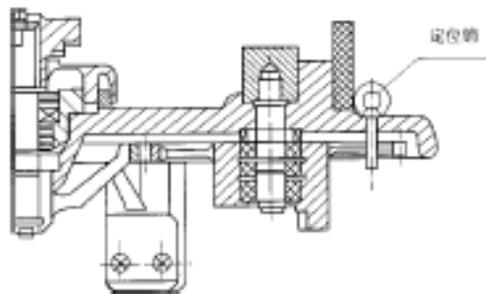

Figura 21 - Tranca de Segurança da Posição de Montagem da Chave Comutadora
4.1.3.9- Verificar a posição correta da cabeça do CSC (posição de trabalho). Fixar a mesma mediante flanges com prisioneiros instalados para tal fim. Finalmente, retire a tranca pintada de roxo que se encontra na engrenagem situada na parte inferior do recipiente cilíndrico do óleo da chave comutadora. (figura 21)
f. Retirar a tranca de segurança pintada de roxo, situada na engrenagem de fundo do recipiente cilíndrico do óleo. (veja Figura 21). Para garantir uma boa instalação do CSC na tampa do transformador tipo tanque ampânula, devemos realizar a instalação prévia conforme os seguintes passos: